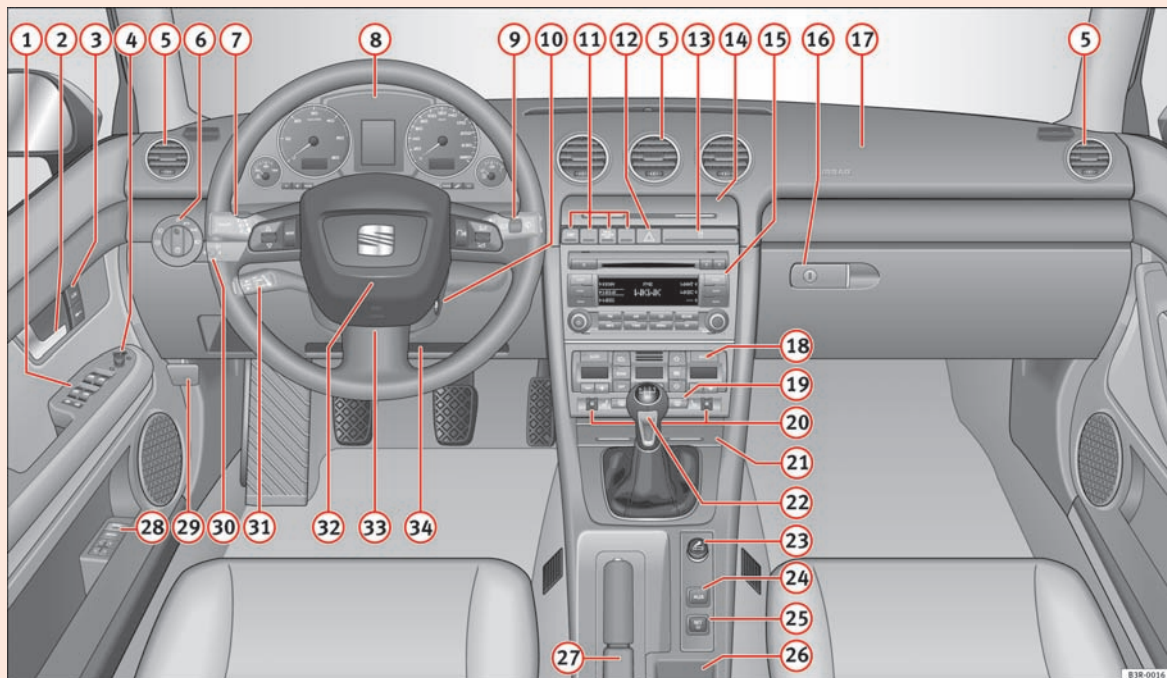

Fig. 36 Quelques-uns des équipements mentionnés ici ne s'apparentent qu'à certaines versions de modèles ou sont des options.
- Sur les véhicules avec direction à droite*, la disposition des éléments de commande diffère légèrement de la disposition présentée ⇒ page 60, fig. 36. Toutefois, les symboles des commandes sont les mêmes. ■